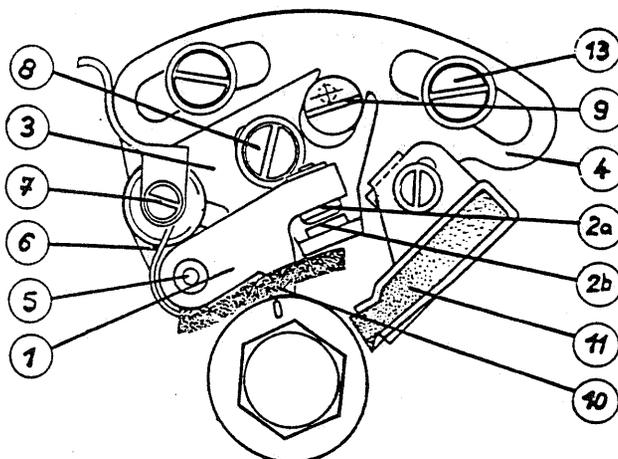

Fig. 78. Rupteur
La construction du rupteur est représentée à la fig. 78.
Avant de commencer à régler l'écartement entre plots rupteur, il faut inspecter les plots rupteur. A cet effet, il est le mieux de déposer les plots (voir fig. 78). Il faut dévisser la vis (2), presser la barre de contact vers le haut, enlever la vis de blocage (8) et ôter de dessus la platine mobile avec le rupteur. S'il y a de petits points brûlés sur les surfaces de contact, on peut les nettoyer à l'aide d'une lime à l'émeri fine. Lorsque la brûlure des plots est trop avancée, il est nécessaire d'échanger la platine mobile avec le rupteur.
et 3), les plots de rupteur ouvrent trop tôt et la plateau variateur (4) doit être décalé dans le sens de rotation vers la droite après le desserrage des vis de fixation (13). Si la lampe d'essai s'allume après la valeur d'échelle 3 (p. e. à la valeur d'échelle 2), les plots de rupteur ouvrent trop tard et le plateau variateur (4) doit être décalé contre le sens de rotation vers la gauche (voir fig. 78).